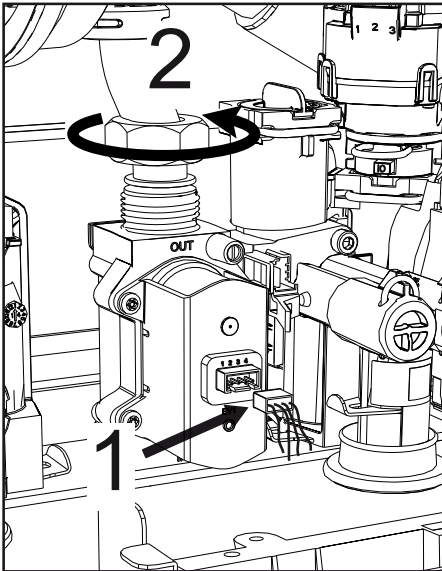

fig. 44
- Deconectați conectoarele electrice „1” (fig. 44).
- Deconectați furtunul de alimentare cu gaz „2” (fig. 44)